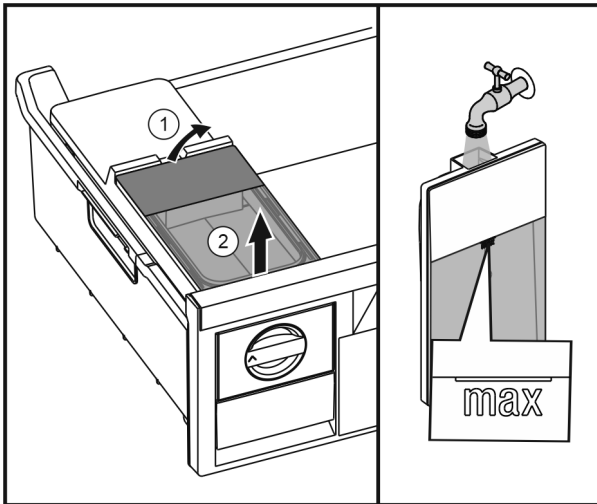

Fig. 39
- ▶ Поднять бак для воды сзади Fig. 39 (1) и извлечь движением вверх Fig. 39 (2).